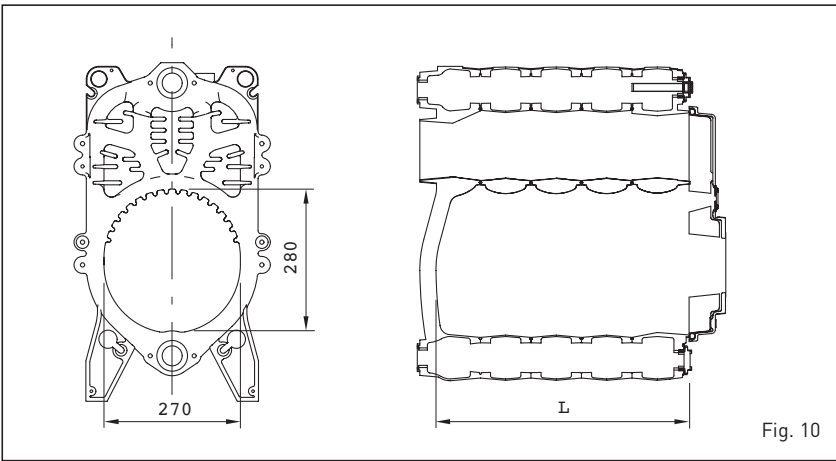

Fig. 10
3.1 DIMENSIONS DE LA CHAMBRE DE COMBUSTION (fig. 10)
La chambre de combustion est à passage direct; elle est conforme à la norme EN 303-3 annexe E. Les dimensions sont indiquées fig. 10. Un panneau de protection spécial est appliqué sur la paroi interne de la tête arrière de tous les modèles.